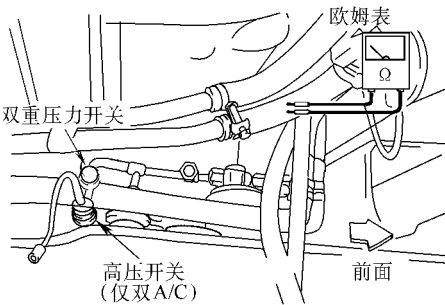

图 19-49 检查双重压力开关
(1) 从双重压力开关脱开接插件。
(2) 装上歧管测试表。
(3) 检查双重压力开关。检查其端子是否导通，如图 19-49 所示。